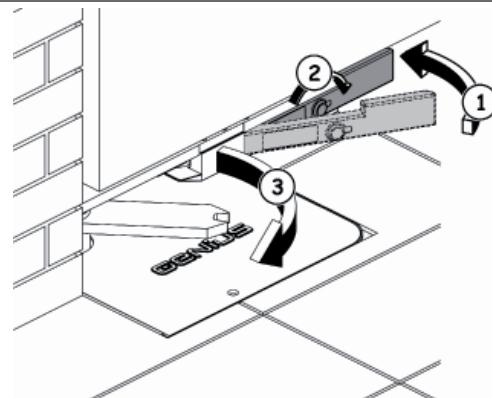

Fig. 17
- zet de hendel in de ruststand (fig. 17 ref. ①).
- steek de ontgrendelingsleutel in het slot en draai hem helemaal af (fig. 17 ref. ②).
- beweg de vleugel met de hand tot de vergrendeling in de blokkering-sbeugel vasthaakt (fig. 17 ref. ③)